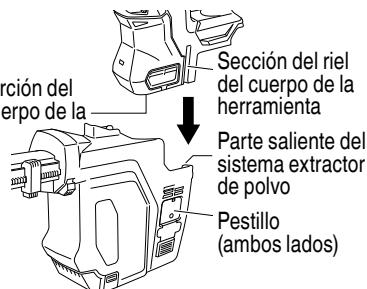

Fig. 3
### (1) Instalación del sistema extractor de polvo (Fig. 3)